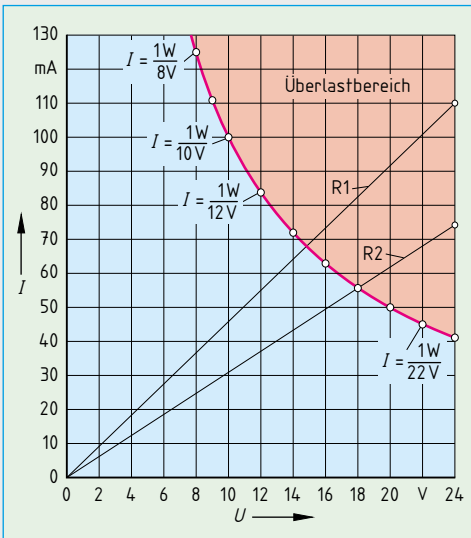

Bild 2: Widerstandskennlinien mit Leistungshyperbel für 1-Watt-Grenzbelastung
c)  $P = U \cdot I \Rightarrow I = \frac{P}{U}$  Für  $P = 1\text{-W-Grenzbelastung}$  Spannungswerte vorgeben und dazugehörige Stromwerte errechnen, Bild 2.